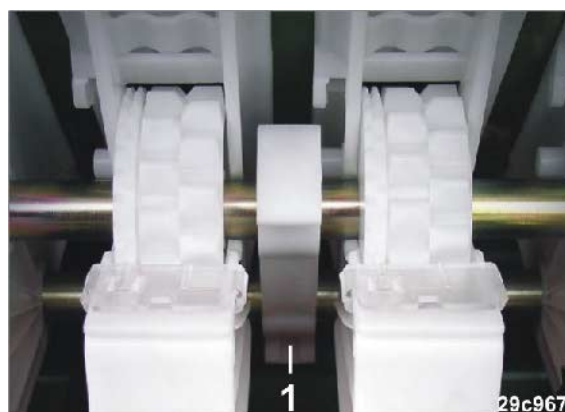

Fig. 234
3. Åbn såakslens tryklejer (Fig. 234/1).